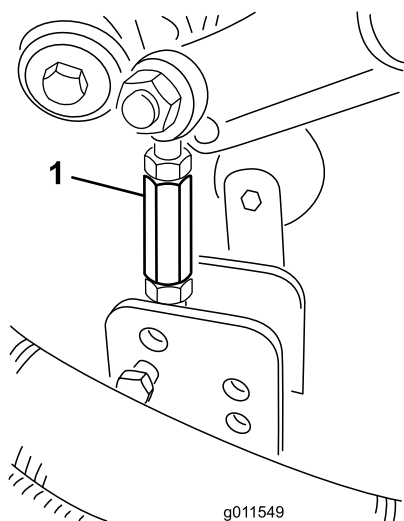

Figura 30
9. Togliete le coppiglie ed i perni con testa che fissano le connessioni dell'ammortizzatore alle staffe del piatto di taglio (Figura 30).